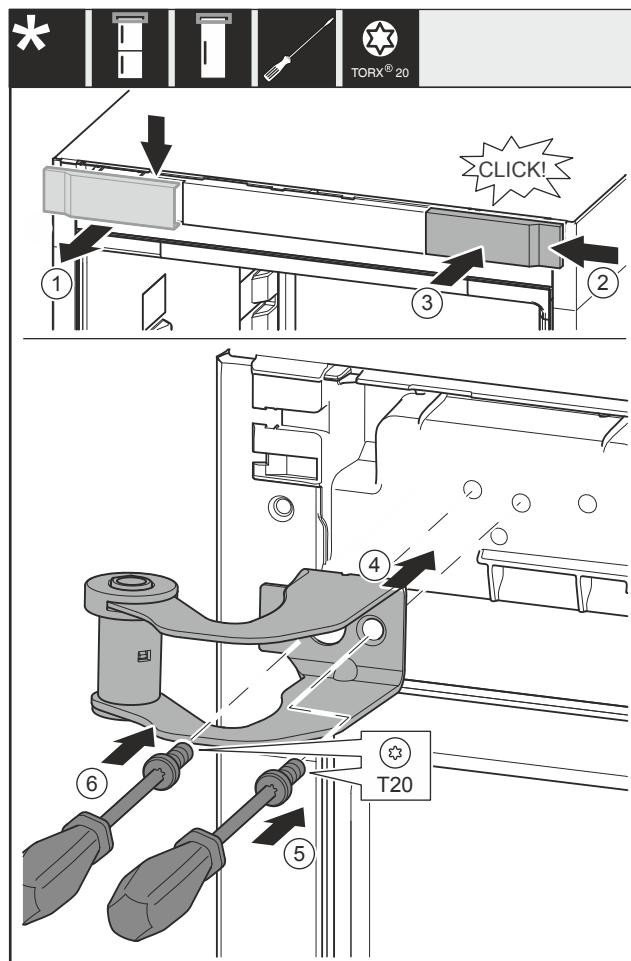

Fig. 34
- Abdeckung Fig. 34 (1) von oben nach vorne abnehmen.
- Abdeckung Fig. 34 (2) um 180° gedreht auf der anderen Seite von rechts einhängen.
- Abdeckung Fig. 34 (3) einrasten.
- Oberen Lagerbock Fig. 34 (4) ansetzen.
- Schraube Fig. 34 (5) festdrehen.
- Schraube Fig. 34 (6) festdrehen.